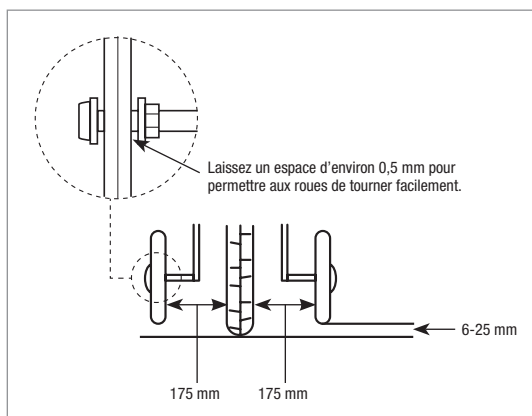

Figure 1
4. Vérifiez que l'espace entre chaque roue et le sol ne dépasse pas 25 mm quand le vélo est tenu debout à 90°, et que les roues stabilisatrices dépassent d'au moins 175 mm le centre de la roue arrière du vélo (voir Fig. 1).